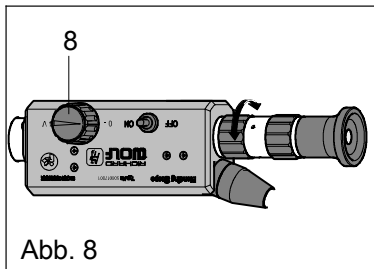

Abb. 8
Die Drehzahl kann stufenlos am Drehzahlregler (8) eingestellt werden. (Abb. 8)